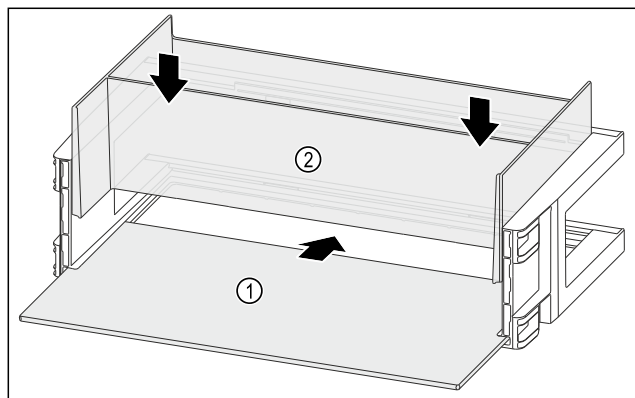

Fig. 119
- ▶ Ablagefläche Fig. 119 (1) in die seitlichen Einsparungen einschieben.
- ▶ Organizer Fig. 119 (2) einsetzen.